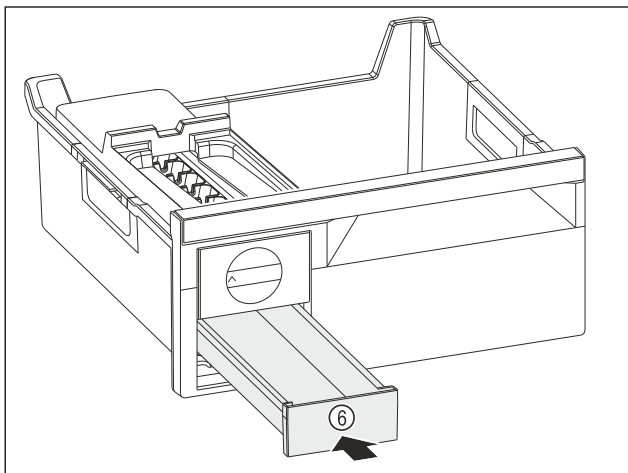

Fig. 217
- ▶ Tolja be a jégkockafiókot Fig. 217 (6).